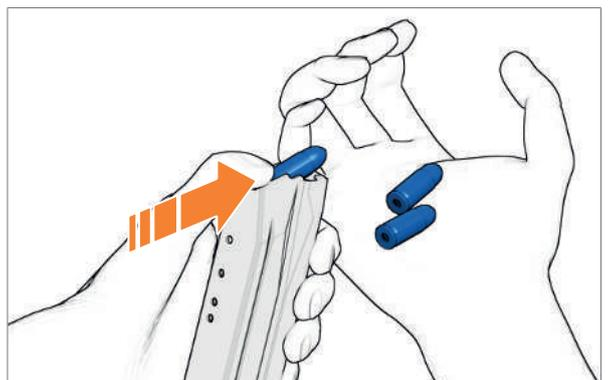

Abb. 58: Magazin leeren
- › Patronen nach vorne aus dem Magazin schieben (Abb. 58).